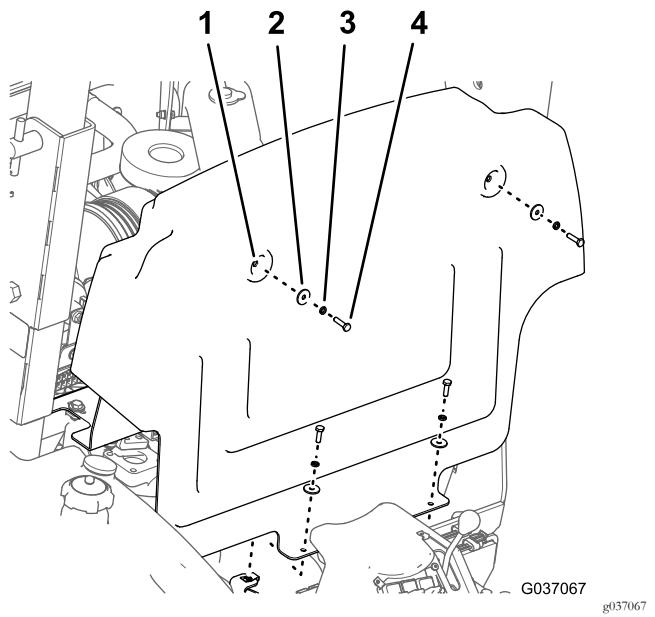

Figure 6
1. Retirez les 4 boulons (6 x 25 mm), les 4 rondelles frein (6 mm) et les 4 rondelles plates (6 mm) qui fixent le tablier au châssis de la machine (Figure 6).
2. Déplacez le tablier vers le haut et l'avant pour le déposer de la machine (Figure 6).
1. Alignez les 4 trous du tablier et les 4 écrous à clip situés sur le châssis ; voir la Figure 6 sous Dépose du tablier (page 3).
2. Fixez le tablier au châssis de la machine à l'aide des 4 boulons, 4 rondelles frein et 4 rondelles plates ; voir la Figure 6 sous Dépose du tablier (page 3).